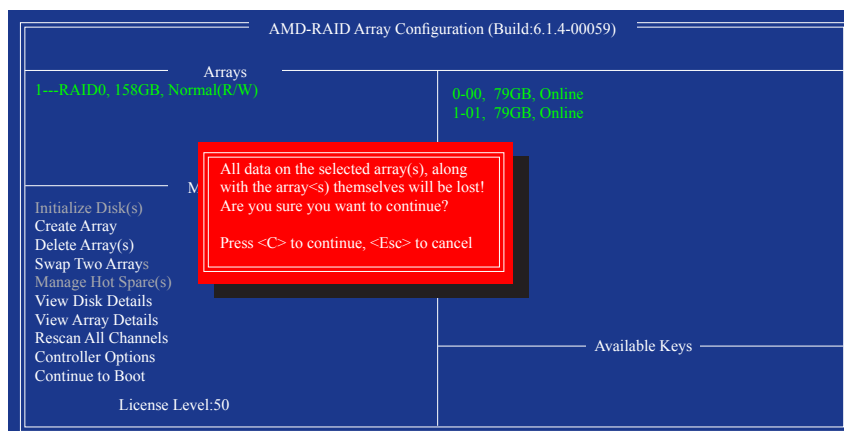

図 14
3. 確認を求められたら (図 14)、<C> を押して削除を続行するか、または <Esc> を押してキャンセルします。